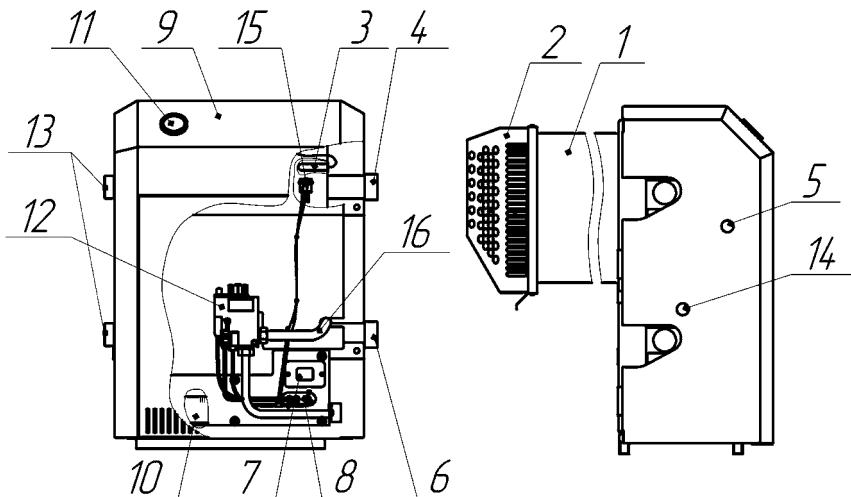

Рис. 1. Устройство изделия
- 5.1. Котел представляет собой сварную конструкцию, образующую по всему периметру воздушную рубашку, окаймляющую топочную камеру, в которую помещен контур горячего водоснабжения (для котлов с водяным контуром). В нижней части котла, в проеме топочной камеры, установлено газогорелочное устройство с органами управления. В задней части котла находится газоотводящий патрубок для удаления продуктов сгорания из топки. На задней поверхности котла расположены проушины для крепления котла к стене. На боковых стенках котла расположены патрубки для подключения отопления (см. рис. 1).